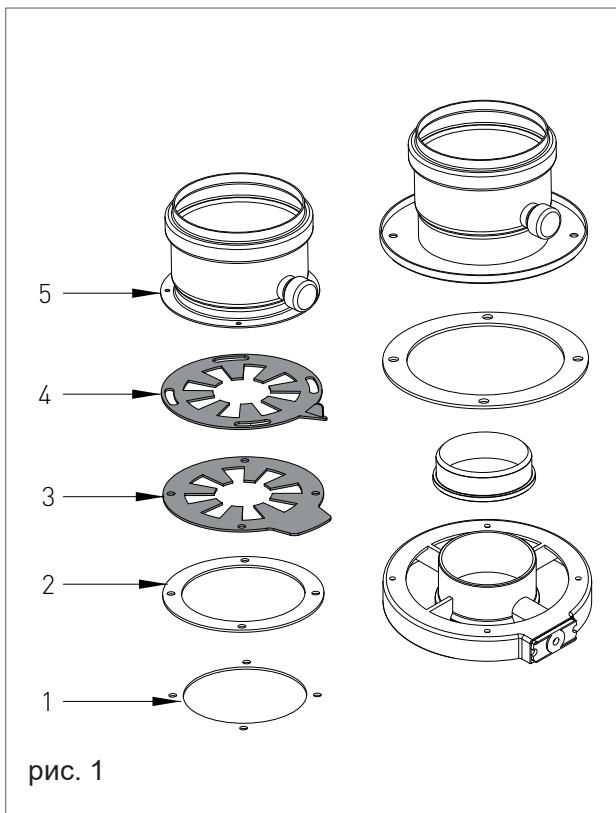

рис. 1
Для монтажа регулируемых диафрагм на раздвоенной системы необходимо выполнить следующие действия (см. рис. 1):
- › очистите верхнюю поверхность герметичной камеры около отверстия для забора воздуха (1-рис. 1);
- › прикрепите плотно прилегающую прокладку из неопрена (2-рис. 1) к отверстию для забора воздуха, выравнивая положение надрезанных отверстий в прокладке соответственно отверстиям в воздухозаборнике.
- › сначала вставьте нижнюю диафрагму с измерительной шкалой (3-рис. 1), а затем верхнюю диафрагму с контрольным указателем (4-рис. 1);
- › установите фланцевое соединение (5-рис. 1) или другой предусмотренный компонент в зависимости от используемой раздвоенной системы дымоудаления;
- › ослабьте винт в штуцере замера выходного давления газов «B» (рис. 1) и установите манометр.